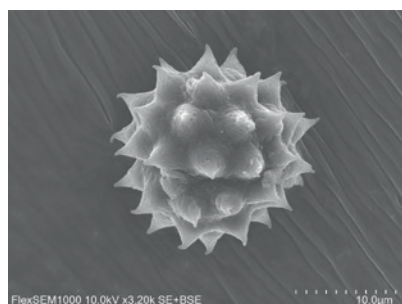

Abb. 1: Pollen der Kamillenblüte
Abb. 1: QCM-D-Messung der Bindungsaffinität eines Polymers an einer RBC (red blood cells)-Lipid-Membran (Δf : Frequenzänderung; ΔD : Dissipationsänderung): Liposom-Suspension (0,5 mg/ml): Bildung einer Lipid-Doppelschicht (II); Polymer (IV); Spülung mit MilliQ-Wasser (VI) und mit SDS (Natrium-Dodecylsulfat) (VII) [PBS: Spülung mit PBS, engl. für Phosphat-gepufferte Salzlösung]
Im letzten Spectrum haben wir Sie gefragt, ob Sie erkennen, welchen Gegenstand aus unserem Alltag wir mit unserem Elektronenmikroskop (Hitachi FlexSEM 1000II) untersucht haben. In der aktuellen Gegenüberstellung zeigen wir neben dem Bild aus der letzten Ausgabe (Abb. 1) auch eine Übersichtsaufnahme sowie die Auflösung des Rätsels: Es handelt sich um Kamillentee – genauer gesagt um Pollen aus der Kamillenblüte.